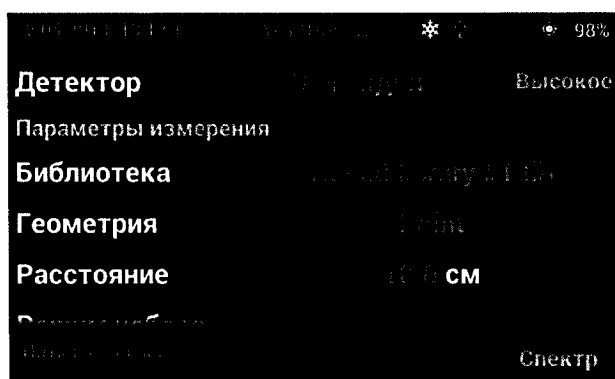

Рис. 63. Выключение высокого напряжения.
1.10.29.2. Выключите высокое напряжение нажатием кнопки «Высокое» (см. Рис. 63). Подождите, пока не исчезнет галочка в окне «Высокое».